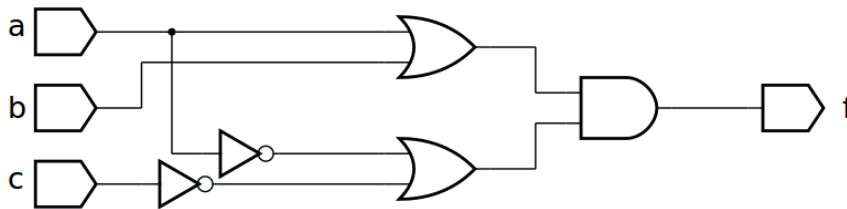

Figura 5.6 – A implementação da função simplificada $f(a,b,c) = \sum_m(2,3,4,6) = \prod_M(0,1,5,7) = (a+b).(a'+c')$ na forma OU-E.
- h) A forma simplificada da função como produto de somas é a seguinte: $f(a,b,c) = (a+b).(a'+c')$. Nesta forma, esta função pode ser diretamente implementada por dois níveis de portas lógicas OU-E. A implementação desta função simplificada na forma OU-E é mostrada na Figura 5.6.